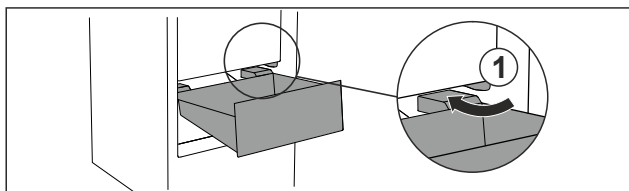

Fig. 72
- ▶ Обойдите стопор Fig. 72 [1] выдвижного ящика под наклоном.